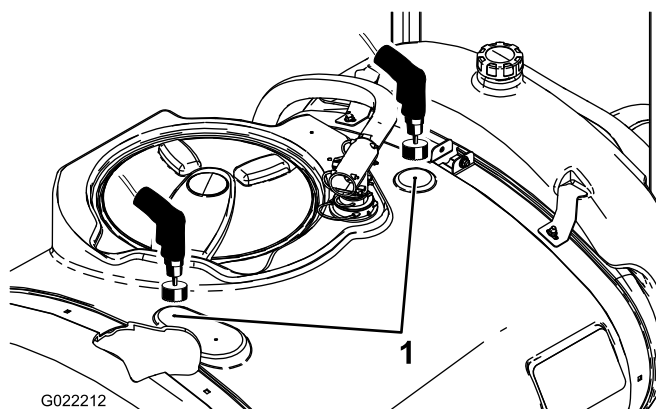

図 4
2. メインタンクについているドリルマーク（2つ）を探し出す（図 4）。